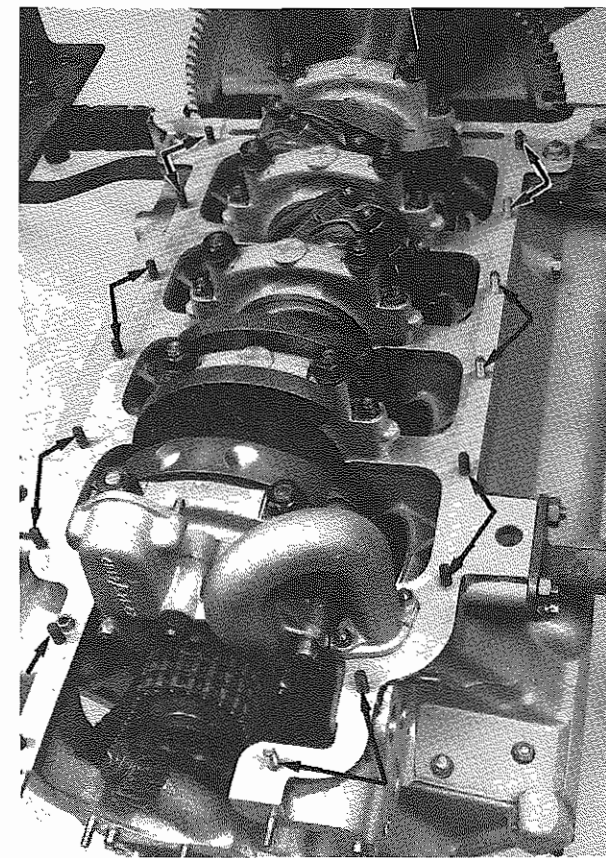

Fig. 85 - Dadi di fissaggio
- Allentare i dadi dei prigionieri di fissaggio coppa olio al basamento (**Fig. 85**) ed asportare la coppa.
- Slacken nuts of studs fixing sump to the crankcase (**Fig. 85**) and remove the sump.